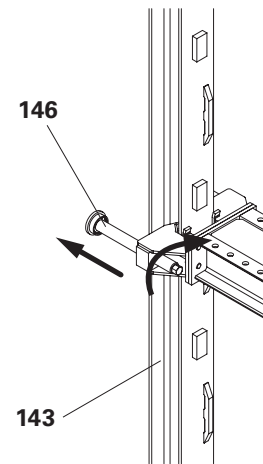

Fig. D2.06
7. Estendere l'albero di compressione M42 ACS (**146**) fino a quando la guida di ripresa ACS (**143**) oscilla liberamente; scaricare la pressione sulla guida di ripresa ACS (**143**). (Fig. D2.06)